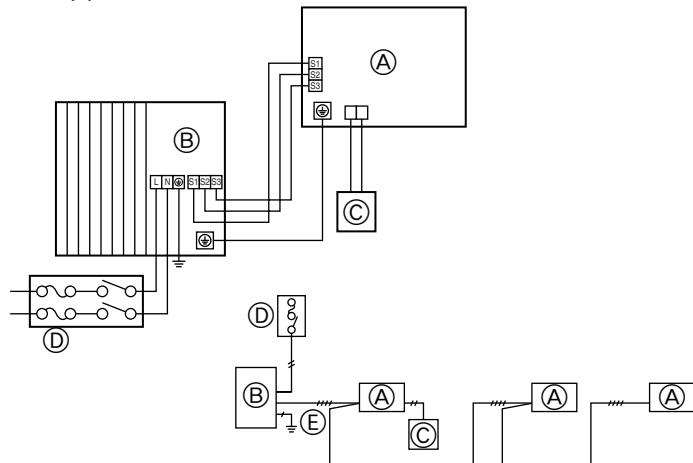

Fig. 6-1
6.1. Precauzioni (Fig. 6-1)
- Una protezione del collegamento a massa con salvavita senza fusibile (salvavita a perdita di massa [ELB]) è normalmente installata per (D), (F).